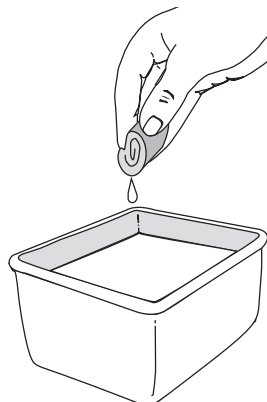

Fig. 26
3. Lave el filtro con agua y detergente (Fig. 26). Enjuague bien el filtro. Escurra el exceso de agua. Déjelo secar por completo.